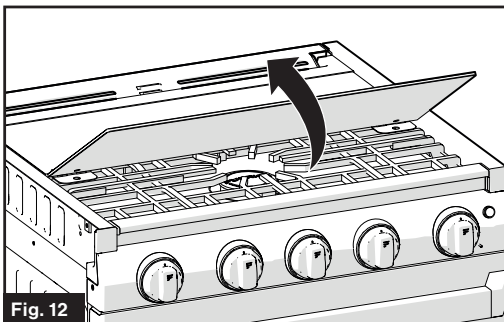

Fig. 12
1. Levante para abrir la tapa de vidrio del anafe. (Fig. 12) La tapa superior de vidrio debe mantenerse abierta cuando se encienda y se utilice la placa de cocción.